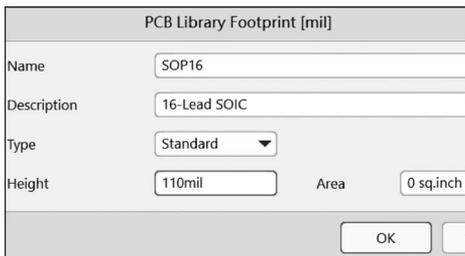

图 3-38 编辑封装属性
(12) 单击 PCB Library 面板中 Footprints 栏中的 Edit 按钮,可以编辑该封装的属性,主要有 Name(封装名)、Description(封装描述)、Type(类型)、Height(高度)和 Area(所占用面积)。本例中芯片高度为 0.1043inch,预留一部分空间,设置为 110mil,如图 3-38 所示。